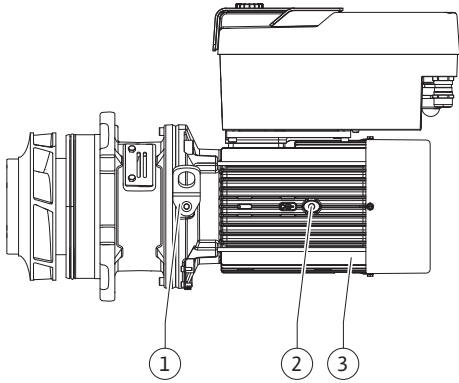

Fig. 112: Moottori-juoksupyöräyksikkö
13. Vie moottori-juoksupyöräyksikkö (katso Fig. 112) pumpun pesään vanhaan tai haluttuun uuteen kulma-asentoon. Huomioi tässä komponenttien sallitut asennusasennot (katso luku "Sallitut asennusasennot ja komponenttien sijoituksen muutokset ennen asennusta" [► 26]).
14. Asennuspulttien käyttöä suositellaan (katso luku "Lisävarusteet" [► 22]). Kun tiivistelaipan ohjain on alkanut selvästi tarttua (n. 15 mm ennen pääteasentoa), ei ole enää kallistumisen tai kulmittain kääntymisen vaaraa. Kun moottori-juoksupyöräyksikkö on varmistettu vähintään yhdellä ruuvilla (Fig. I/III, pos. 10 tai Fig. III/IV, pos. 29), voidaan kiinnitysvälineet poistaa kuljetussilmukoista.
15. Kierrä ruuvit (Fig. I/III, pos. 10 tai Fig. III/IV, pos. 29) paikoilleen, mutta älä vielä kiristä niitä lopullisesti. Kun ruuvit kiristetään, moottori-juoksupyöräyksikkö siirtyy pumpun pesän sisään.